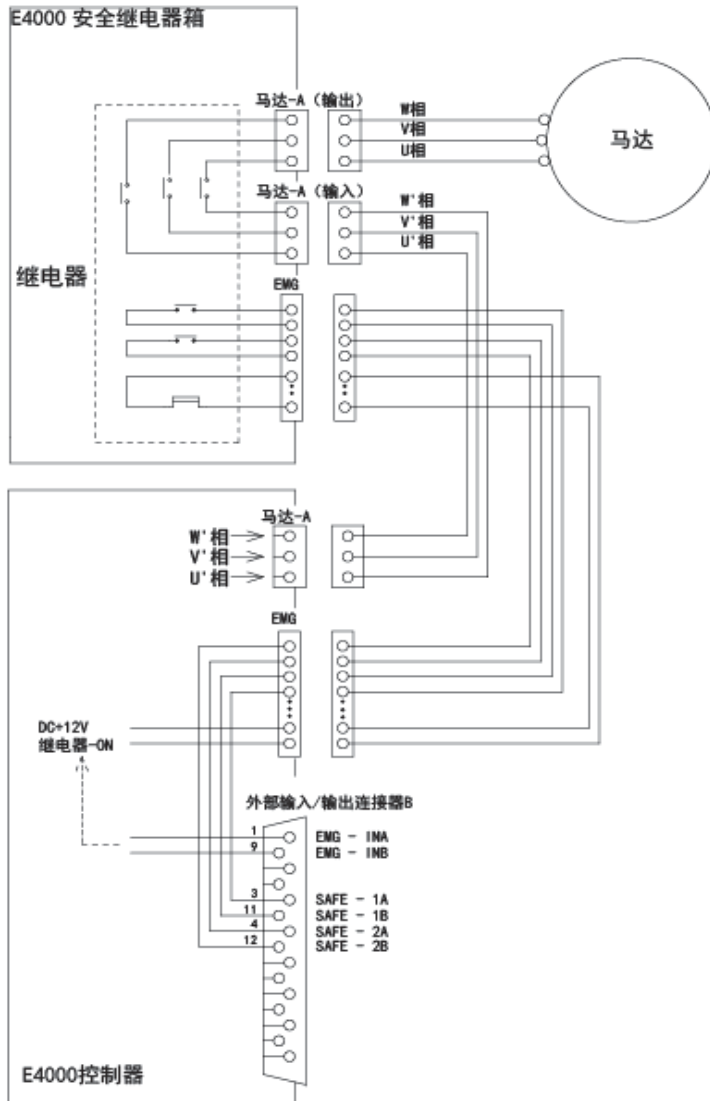

图35
③ 安全继电器信号（引脚3 - 引脚11、引脚4 - 引脚12）
- 外加电压 (V) \leq DC+30V • 工作电流 (Ip) \leq 2A
- 关于连接，请参考图35。